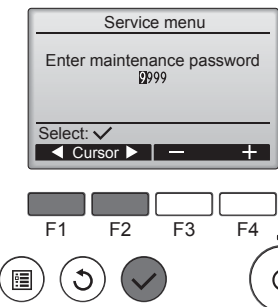

Fig. 6-2
- ① Выберите в Главном меню пункт "Service" (Сервисное обслуживание) и нажмите кнопку [✓].
- ② После выбора Сервисного меню появится окно ввода пароля. (Fig. 6-2)